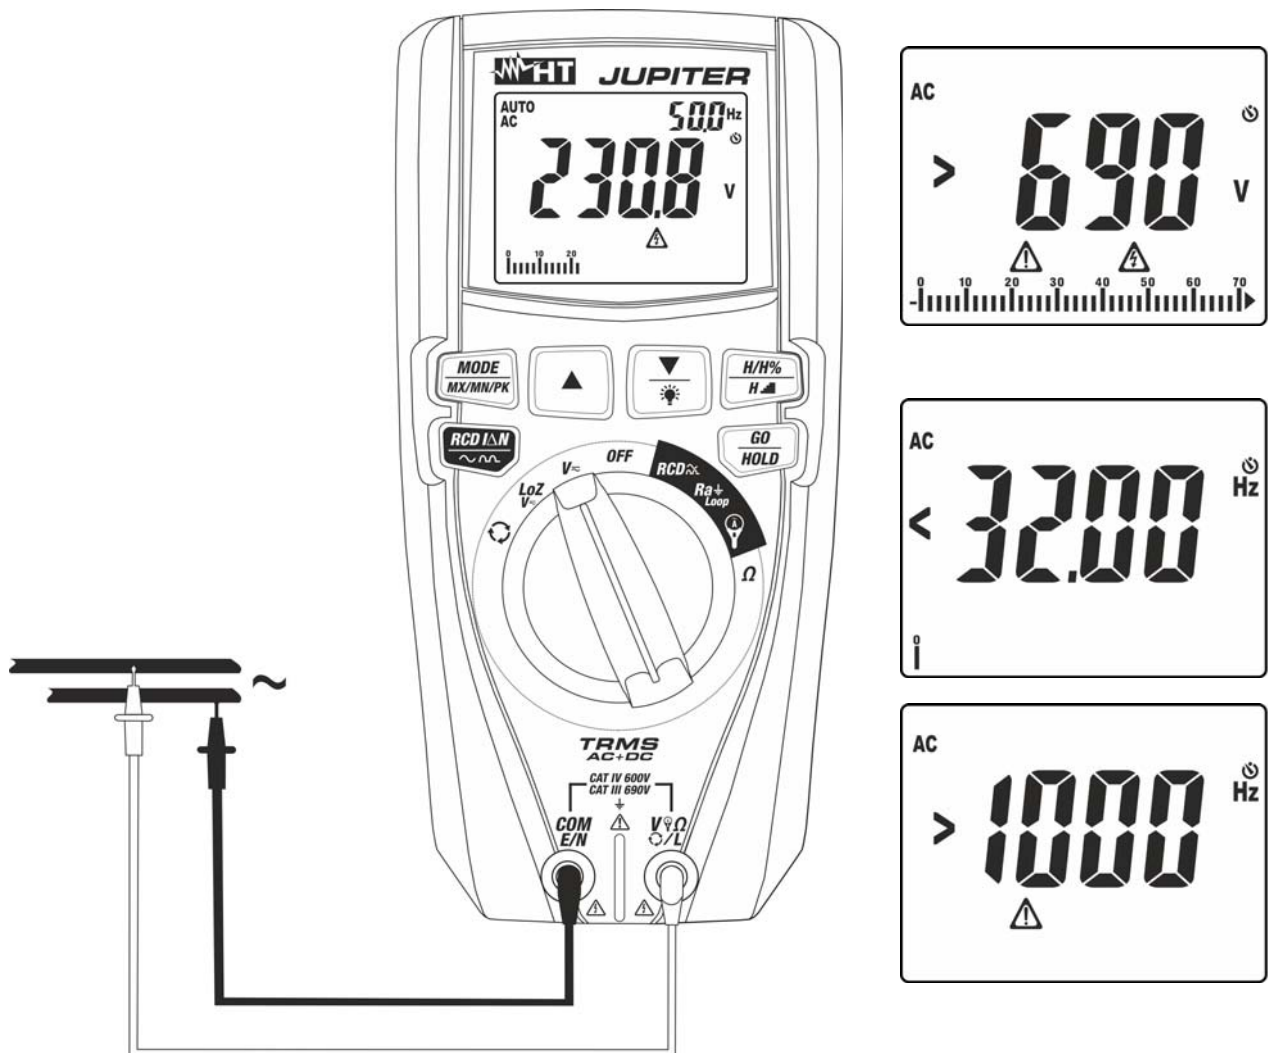

Fig. 9: Uso del instrumento para medida de Tensión CA
4. Posicione la punta roja y la punta negra respectivamente en los puntos del circuito en examen (ver Fig. 9). El valor de la tensión se muestra en pantalla. En la parte superior derecha del visualizador se muestra el valor de la frecuencia de la tensión. Pulse la tecla **MODE/MX/MN/PK** para mostrar el valor de la frecuencia con mayor resolución
5. Si en pantalla se muestra el mensaje ">690V" (ver Fig. 9) se ha alcanzado el fondo escala del instrumento
6. Si en pantalla se muestran los mensajes "<32Hz" o ">1000Hz" (ver Fig. 9) el valor de la frecuencia está fuera del intervalo de medida  $32\text{Hz} \div 1000\text{Hz}$